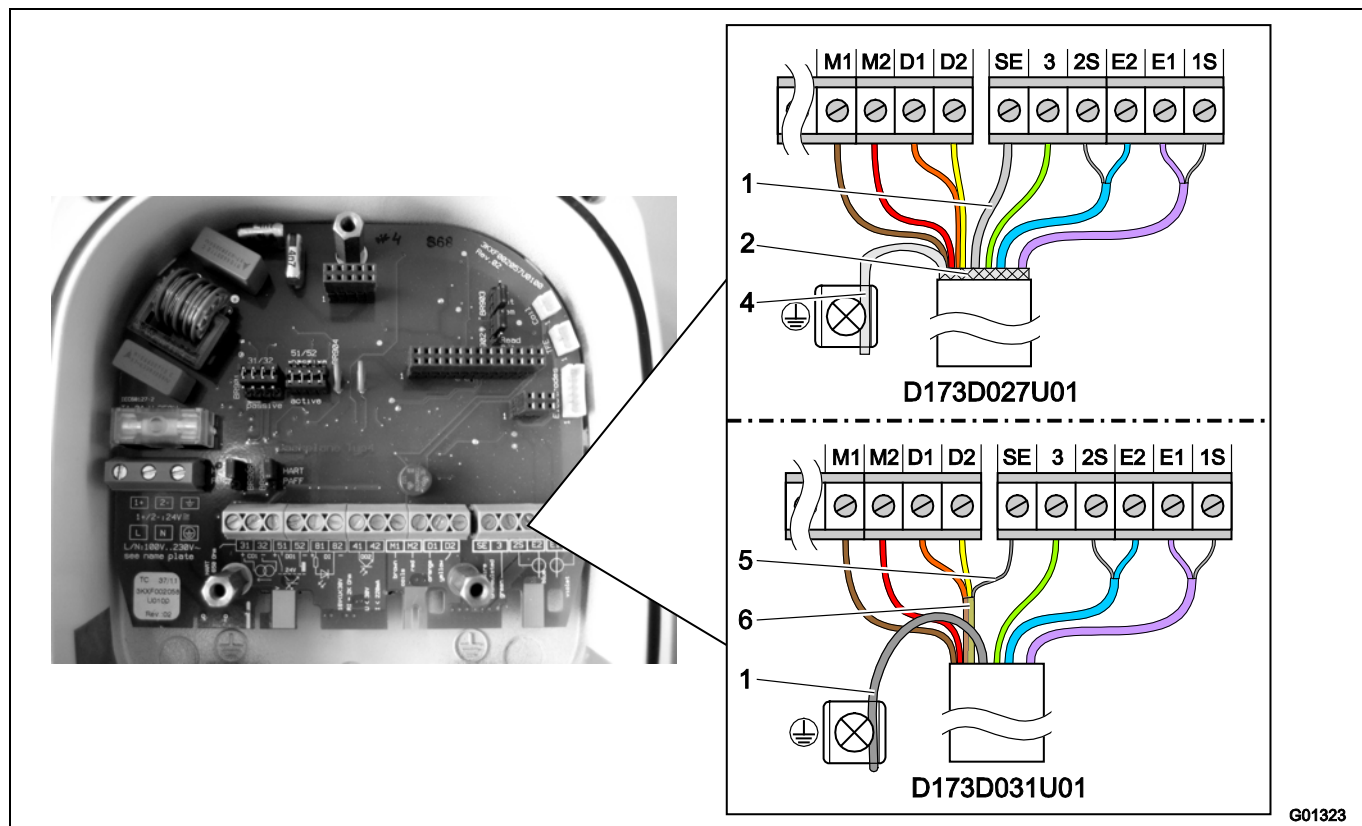

Рис. 37: сторона измерительного преобразователя, размеры указаны в мм (дюймах)
Конец кабеля со стороны измерительного преобразователя оформите, как показано на рис. Рис. 37.
- Остальные жилы подключите, как показано на Рис. 37.